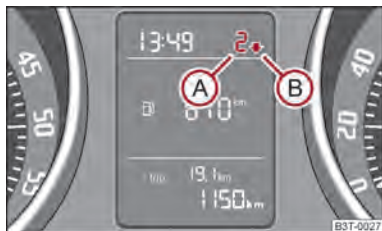

Fig. 4 Recomendación para el cambio de marcha
En la pantalla del cuadro de instrumentos combinado se muestra información para la marcha conectada (A) → fig. 4.